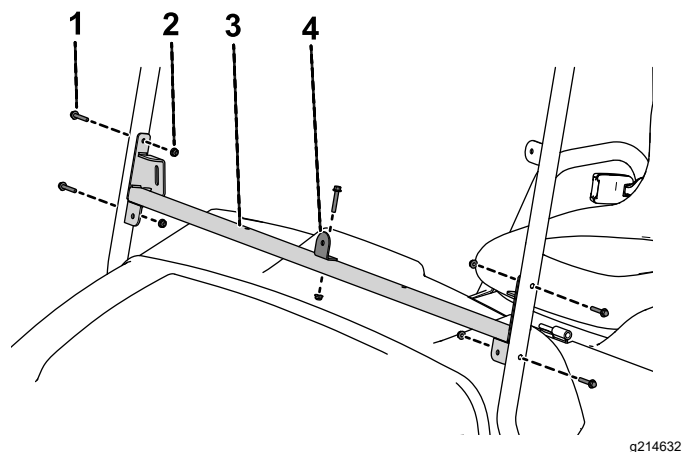

Figura 61
1. Utilice un perno de cabeza hexagonal con arandela prensada (1/4" x 1 1/2") y una tuerca (1/4") para sujetar la escuadra de sujeción del parabrisas al travesaño inferior del parabrisas (Figura 61).
2. Utilice 4 pernos de cabeza hexagonal con arandela prensada (1/4" x 1 1/2") y 4 tuercas (1/4") para sujetar el travesaño inferior del parabrisas a los montantes izquierdo y derecho del parabrisas (Figura 61).